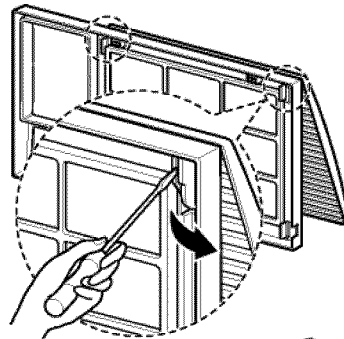

Fig. 12
1. Si usted desea sacar el filtro por arriba, abra la rejilla de entrada ligeramente. Vuelte la rejilla frontal. Separe la parte engoznada insertando la punta del destornillador de tipo "-" para desensamblar la rejilla de entrada desde la rejilla frontal. Gire la rejilla de entrada 180 grados e inserte los ganchos en los huecos inferiores del rejilla frontal. Luego, inserte el filtro. (Ver Fig.12, 13)